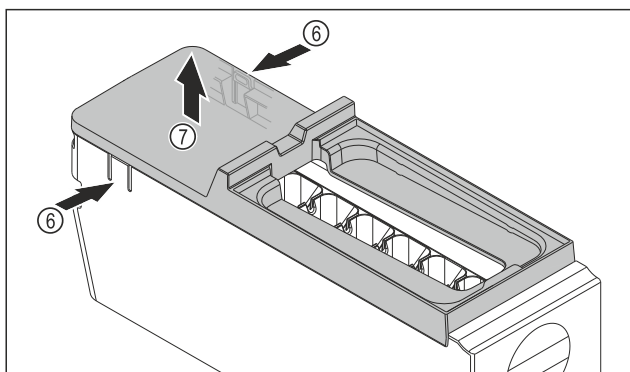

Fig. 106
- Abdeckung des EasyTwist-Ice-Korpus entnehmen: Laschen Fig. 106 (6) an den beiden Seiten des EasyTwist-Ice-Korpus mit einer Hand drücken.
- Abdeckung Fig. 106 (7) mit der anderen Hand nach oben entnehmen.